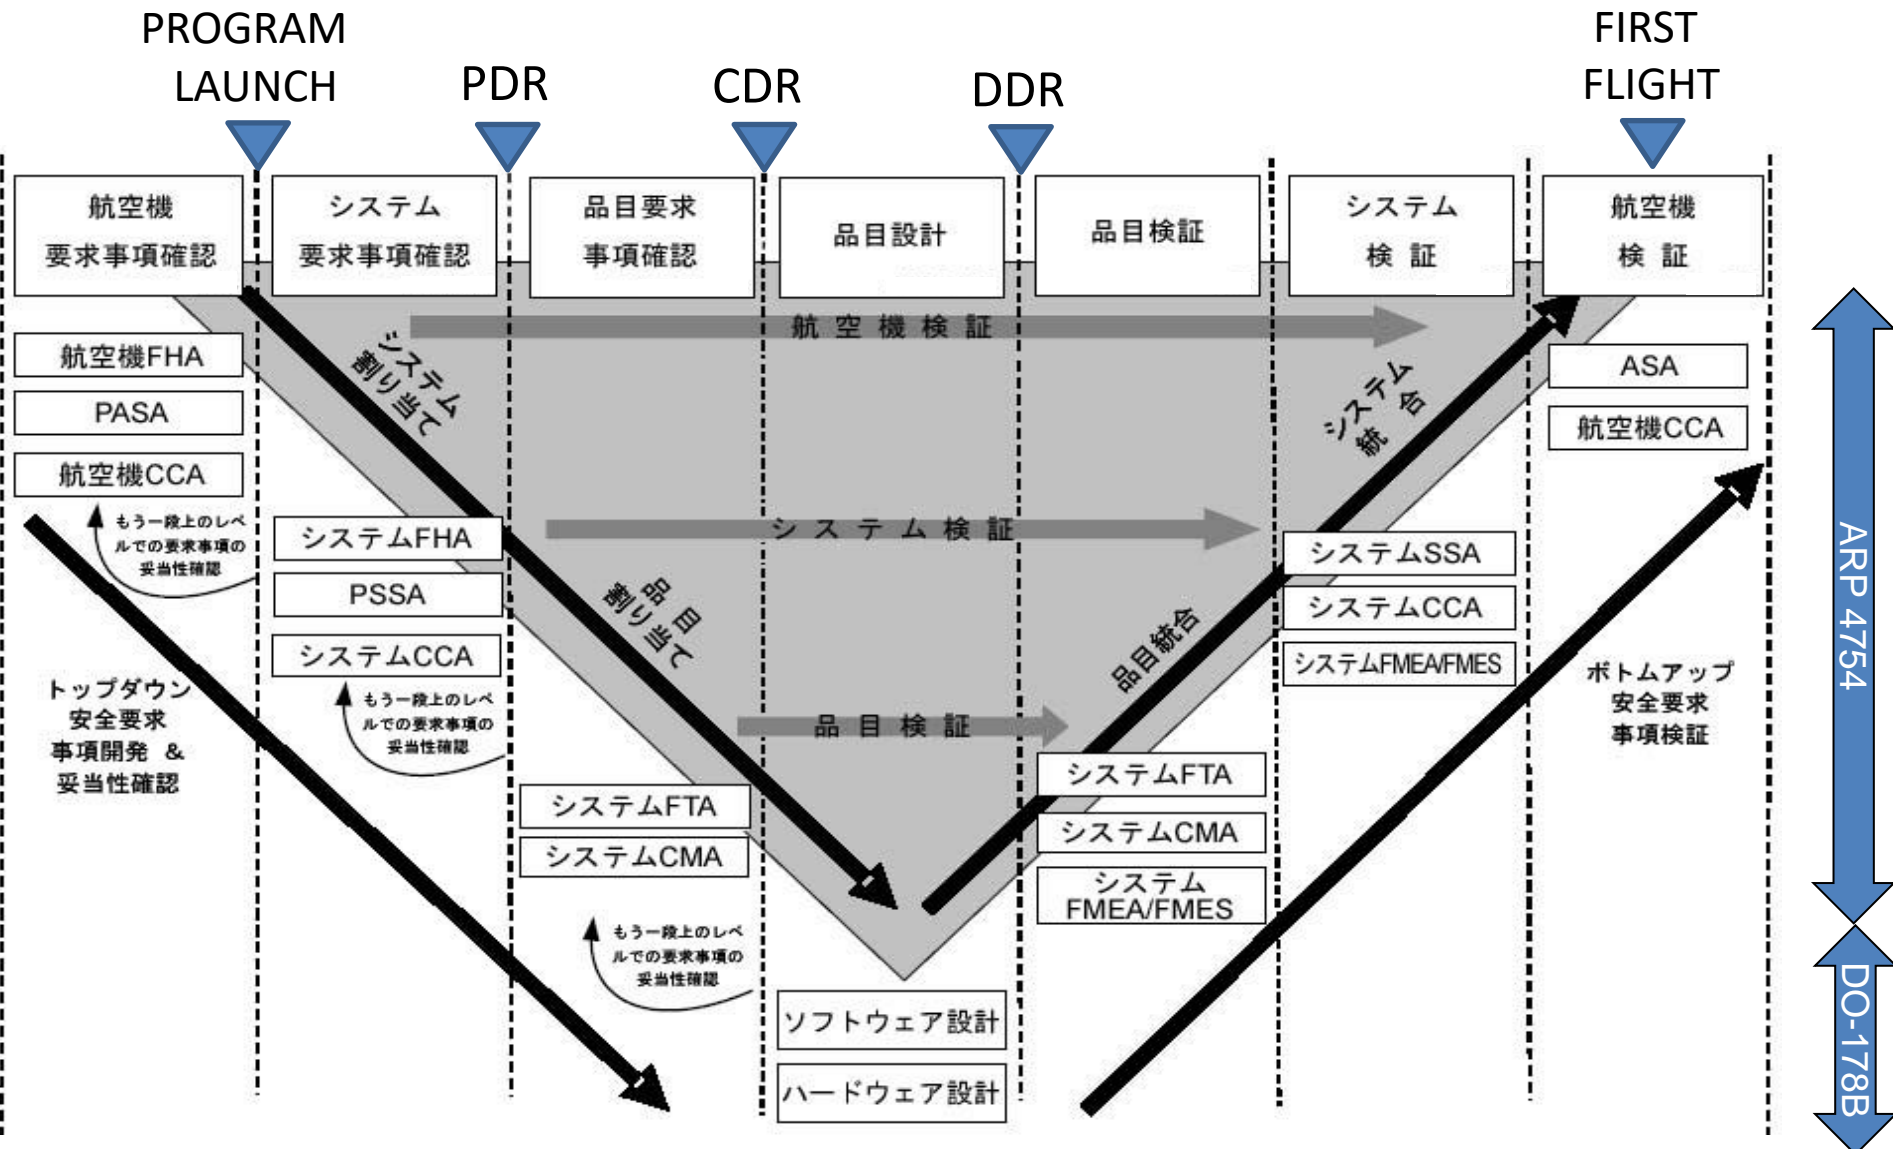

Figure2 Validation & Verification and Safety Assessment Process
- ① 高い安全性基準(10^{-9} 件/飛行時間以下)の達成
- ② 型式証明・安全証明の認証工程の困難さ・複雑さへの対応
- ③ 長期の開発期間/運用期間中の周辺環境、要求の変化といった不確実性への対処
- Figure2 (ARP4754Aをベースに著者が説明を追記) に示す通り、Validation & Verification (V&V) に沿った、設計と検証のスパイラルな繰返しの開発保証プロセス及び安全性検証のプロセスにより、個々のサブシステムの機能、性能を組み合わせ、擦り合わせることでシステム全体として要求を満足させ、商品として旅客機を完成させることが求められる。